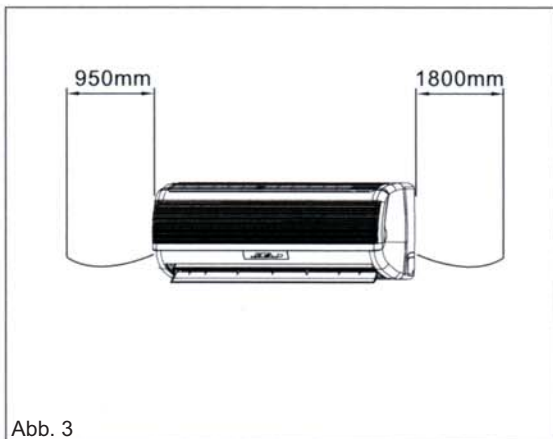

Abb. 3
3. Wählen Sie den Standort so, dass Elektroanschluss, Abfluss und Verbindungsleitungen (s. Abb. 3) problemlos verlegt werden können.